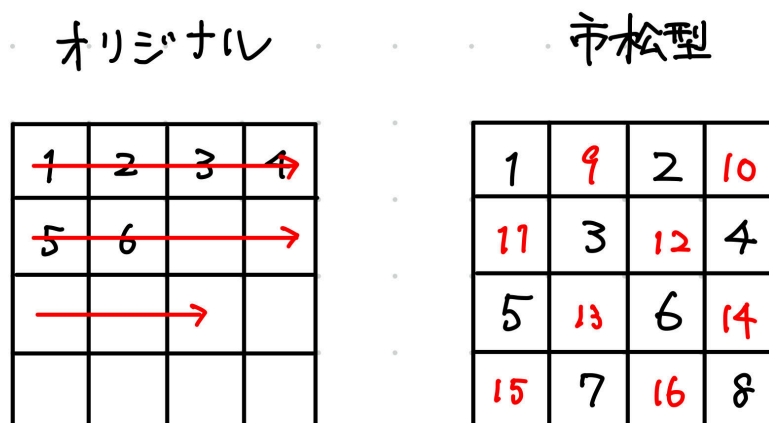

Figure 5: スピンの更新順序の工夫
(2) メトロポリス法の処理は、素朴に並列化すると、隣同士のスピンを同時に更新して競合してしまう (隣のスピンの更新に依存して更新が行われるので、同時に更新されると不適当な値が計算される可能性がある)。そこで、スピンの更新順序を工夫することで競合を回避する。具体的な工夫は Figure 5 の通りである。